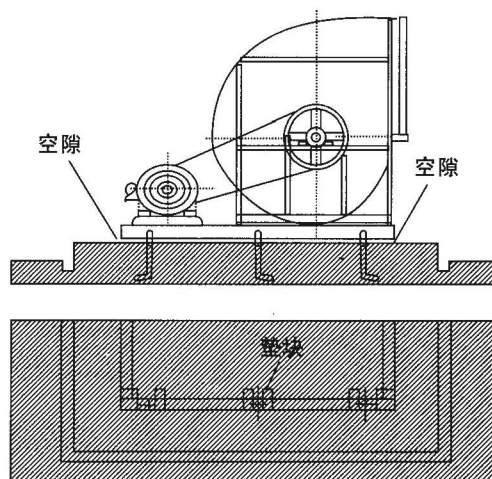

图16
(1) 一般情况
B. 送风机放置于混凝土基础（或木台）上，以水平仪检测水平，如不在水平位置，则在机架与基础之间加垫垫块再以水泥填平粉光。在此同时将基础螺丝放置预留孔洞内以水泥固定。（图16）